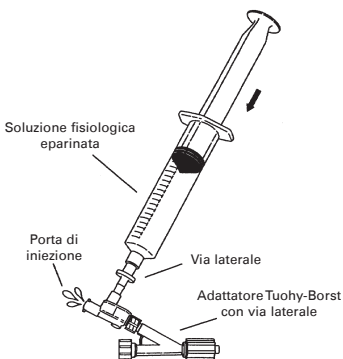

Fig. 2
4. Collegare la valvola di non ritorno all'adattatore Tuohy-Borst. La valvola Tuohy-Borst deve essere completamente chiusa. Collegare una siringa da 20 ml piena di soluzione fisiologica eparinata alla via laterale dell'adattatore con valvola di non ritorno ed eliminare lentamente l'aria dalla porta di iniezione. (**Fig. 2**)